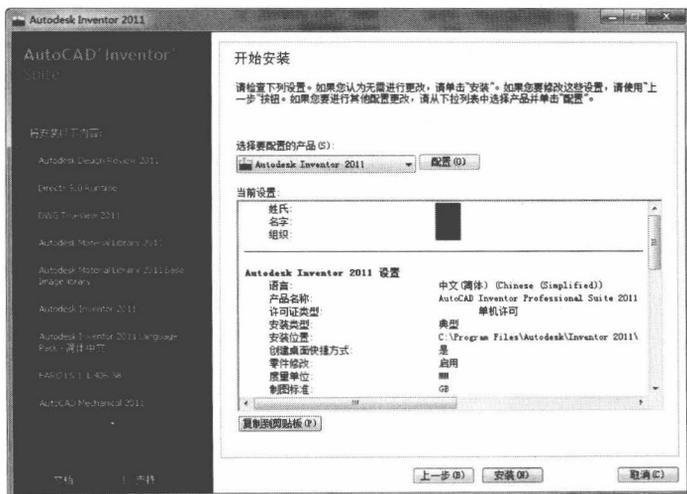

图 1-6 Inventor 安装的“开始安装”界面
(5) 依次单击“下一步”按钮, 直到“开始安装”界面。在此界面下用户可以自定义如安装路径、许可类型、Inventor 制图标准、默认单位等配置, 如图 1-6 所示。